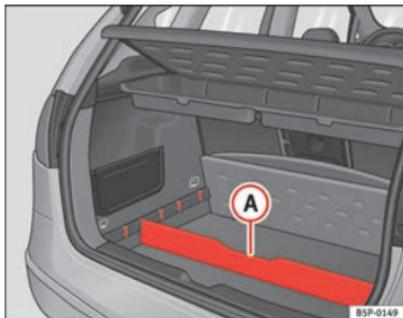

Fig. 106 Separador del piso maletero
- Coloque el separador (A) ⇒ fig. 106, en las ranuras laterales según sea el tamaño de los objetos a transportar. Debajo del portaobjetos se encuentran las herramientas de a bordo y la rueda de repuesto.